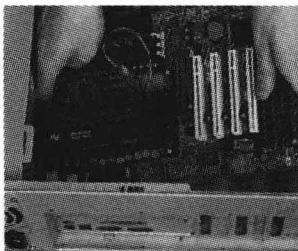
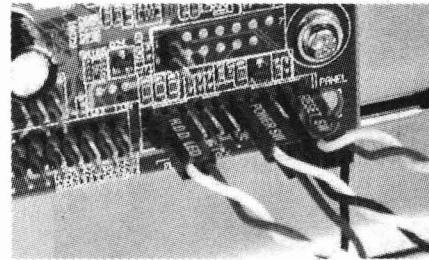

图 1.21 将主板装入机箱
图 1.22 信号线连接
(4) 将主板装入机箱。根据机箱的具体情况、螺孔的位置，把主板放入机箱中，如图 1.21 所示。主板的螺孔与机箱的螺孔相对应，用螺钉将主板固定到机箱的托架上。找到机箱上的信号线和主板上信号线的接头，根据主板和线头上的标注参考主板说明书，将信号线连接到相应的位置，如图 1.22 所示。